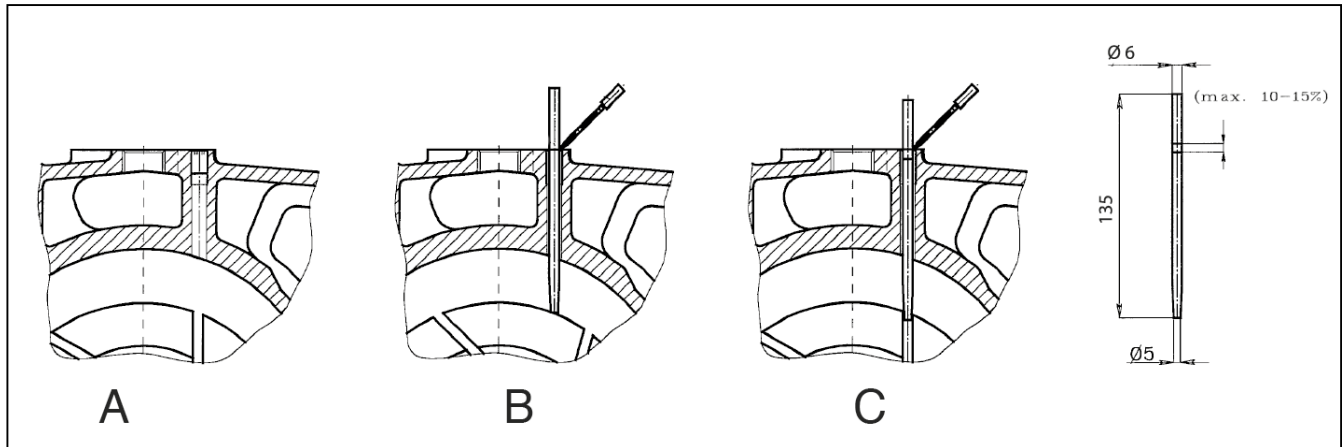

Figura 14
- 7) volver a trazar el círculo a la altura del orificio de inspección (ver Figura 14);